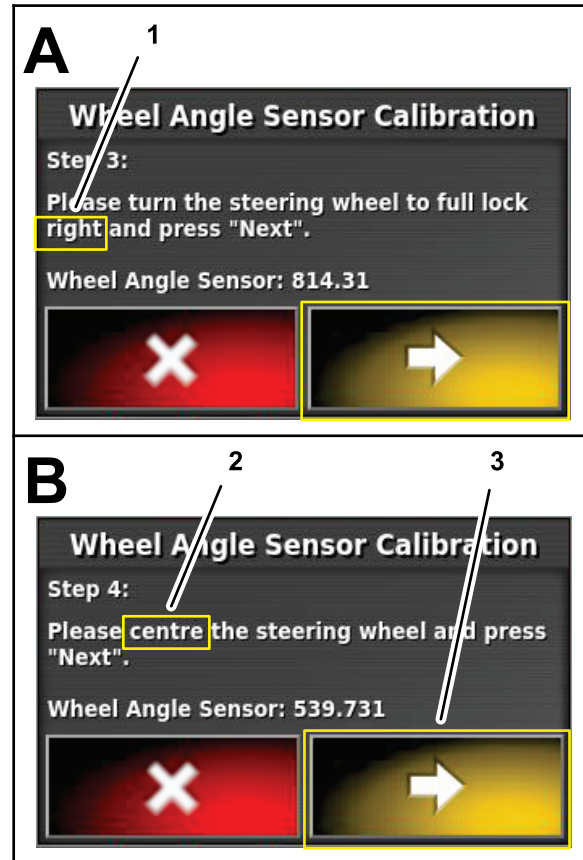

Bild 164
7. Drehen Sie bei Schritt 3 das Lenkrad vollständig nach rechts, halten Sie an und drücken Sie das Symbol für den nächsten Schritt (Bild 164).
8. Drehen Sie bei Schritt 4 das Lenkrad in die Mittelstellung, bis die Räder gerade stehen, halten Sie an und drücken Sie das Symbol für den nächsten Schritt (Bild 164).